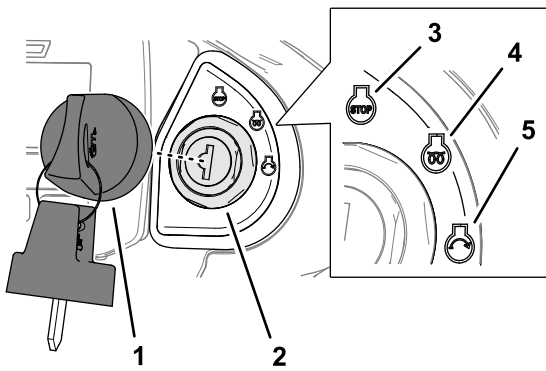

Bild 25
- Drehen Sie den Schlüssel in die Abschalten-(Stopp)-Stellung (Bild 25).